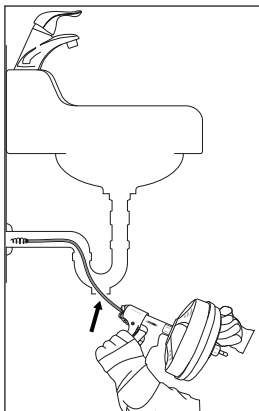

Fig. 1
- Préparez l'appareil et la zone de travail selon les présentes instructions afin de réduire le risque de blessures liées aux décharges électriques, au feu, au basculement de l'appareil, à une spirale ⑧ tordue ou cassée, de blessures liées aux produits chimiques, aux infections ou à d'autres causes et d'éviter un endommagement de l'appareil.
- 6) Si vous utilisez l'appareil manuellement, assurez-vous que la manivelle ❹ est en place et qu'elle est fermement fixée à l'appareil.
- Pour de nombreux tuyaux d'évacuation, la spirale ❸ peut être passée au travers de la bonde.
- Sur d'autres lavabos, il faudra peut-être retirer un bouchon de nettoyage ou un siphon (voir fig. 1). Placez impérativement un récipient sous l'ouverture de nettoyage ou sous le siphon pour récupérer l'eau qui s'écoule.